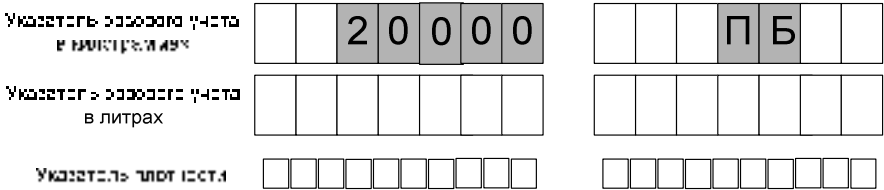

Рисунок 9
11.8 Учет топлива по массе производится аналогично отпуску по объему, но с некоторым отличием. Заданная доза и символы "ПБ" отображаются при готовности в верхней строке табло (рисунок 9).